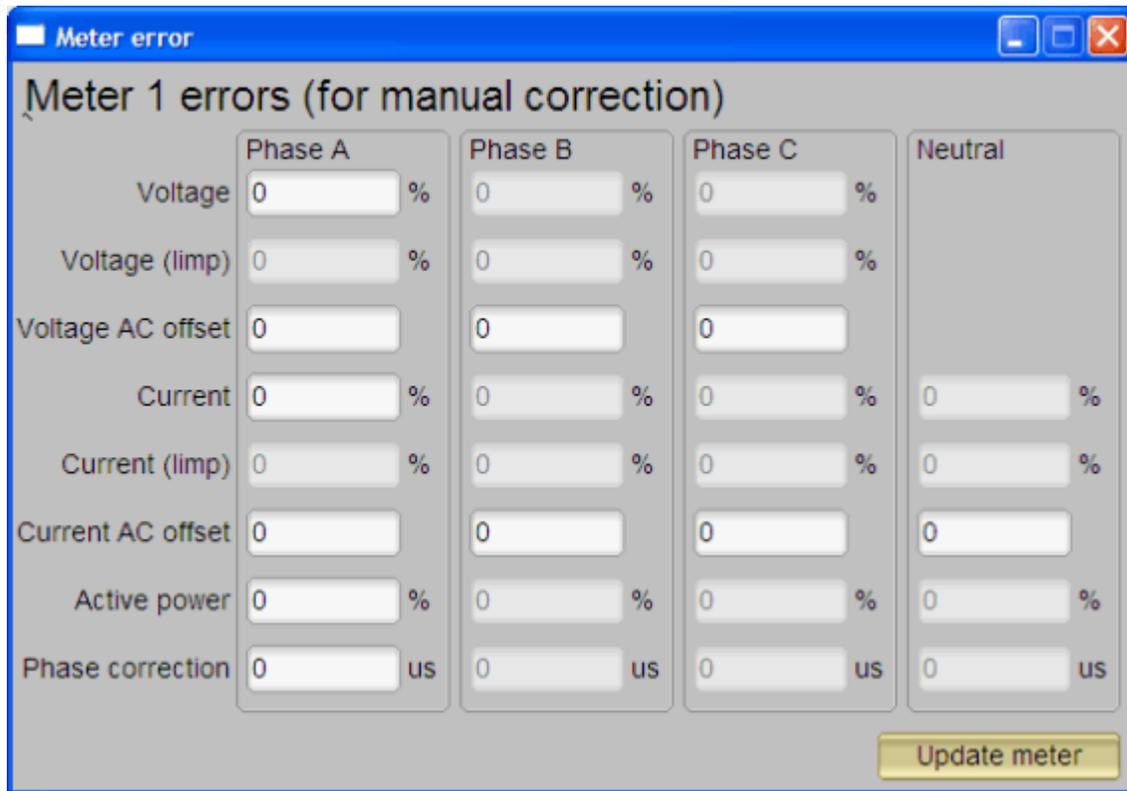

图 6-5. “Meter error” 窗口
4. 点击“Manual cal.”按钮，会打开“Meter error”窗口（请参阅图 6-5）。在该窗口中，可以通过输入 EVM 读数相对于参考表读数的百分比误差来调整校准系数。有关执行校准的技术和过程的更多详细信息，请参阅节 3。
在“Meter error”窗口的相应框中输入百分比误差（请参阅图 6-5）。点击“Update meter”，将计算出更新后的校准值，这些值会被写入 EVM。相应的值将反映在“Meter calibration factor”窗口中。